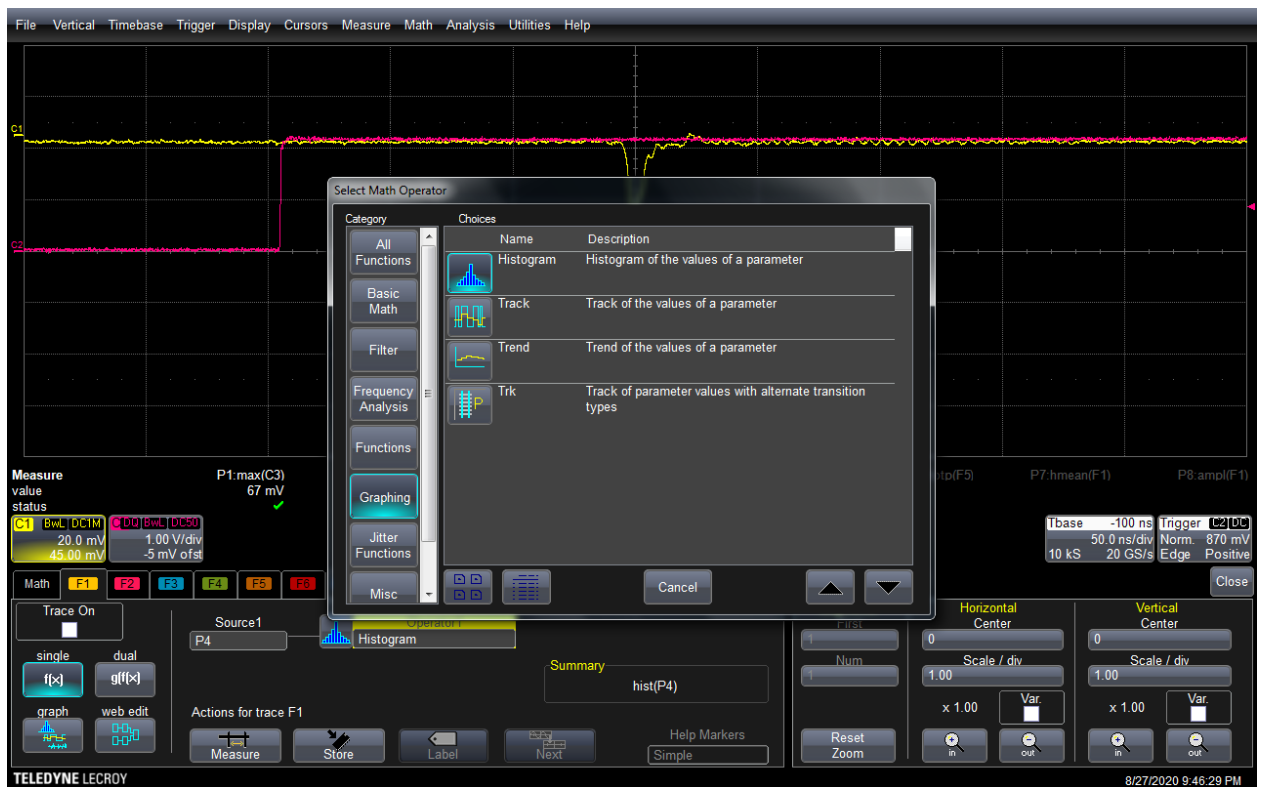

Рис. 20. Работа с осциллографом
8.3. В открывшемся окне математических функций над сигналами/параметрами необходимо в поле «Source1» выбрать “P4” (в котором происходит измерение амплитуды сигнала в канале C1), а в поле «Operator1» выбрать «Histogram» (Рис. 20)